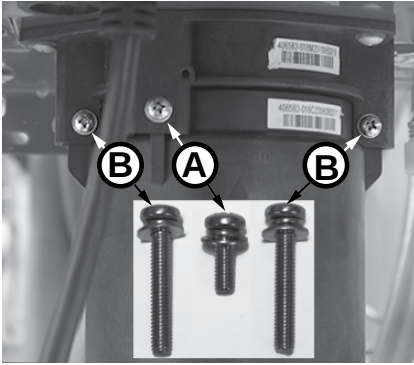

Figura 176 - Identifique los tornillos del cartucho.
6 Ubique los tres (3) tornillos que fijan el cartucho X3®/de derivación, como se muestra en la Figura 176. Retire el tornillo **A** M4-12 mm y los dos tornillos **B** M4-25 mm del cartucho. Deje los tornillos a un lado en un lugar seguro para volver a instalarlos.